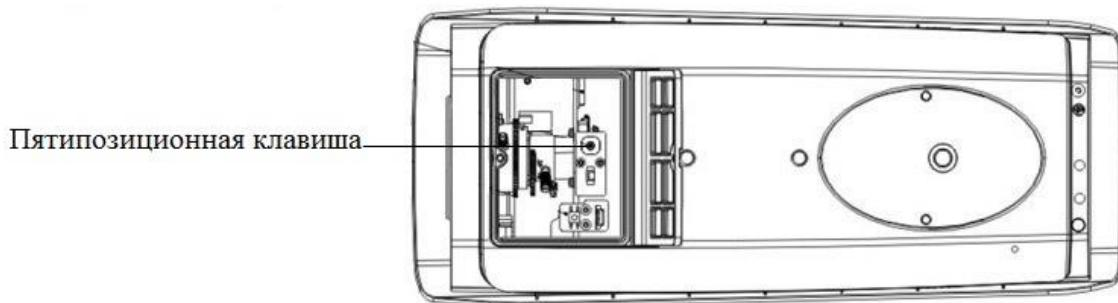

Рисунок 5
4.5 Камера оборудована моторизированным вариофокальным объективом, настройка фокусного расстояния и подстройка резкости предполагается через web–интерфейс камеры. При необходимости можно выполнить настройку фокусного расстояния вручную с помощью пятипозиционной клавиши (рис. 5).